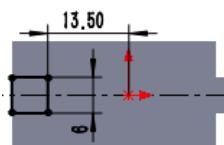

图 14.4.14 横断面草图
② 定义横断面草图。在草图环境中绘制图 14.4.14 所示的横断面草图。
(3) 定义切除深度属性。在“切除—拉伸”对话框 **方向 1** 区域的 **下拉列表** 中选择 **给定深度** 选项，选中 **与厚度相等(L)** 复选框与 **正交切除(N)** 复选框。其他选择默认设置值。
(4) 单击 \checkmark 按钮，完成切除—拉伸 2 的创建。